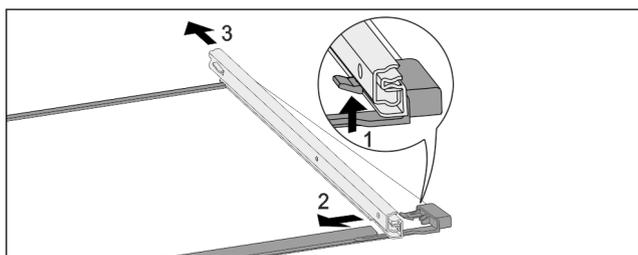

Fig. 107 Ripiano in vetro con guide
- Premere il gancio di fermo anteriore verso l'alto. Fig. 107 (1)
- Far scorrere la guida estraibile di lato Fig. 107 (2) e verso il lato posteriore Fig. 107 (3).